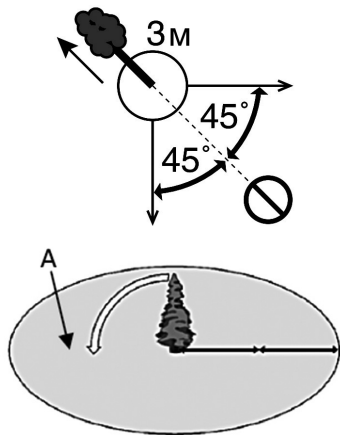

Рис. 9 Зона безопасности при валке дерева
4. Должен быть безопасный путь отхода. Путь отхода должен быть направлен по диагонали в сторону, противоположную направлению падения, под углом 45 градусов, необходимо отойти минимум на 3 метра от ствола, на тот случай, если во время падения комель дерева отскочит в сторону. Зона безопасности (А) должна быть не менее $2\frac{1}{2}$ высоты дерева (Рис. 9).
Ни в коем случае не допиливать до конца недопил 3 (Рис. 9), так как при этом невозможно контролировать направление падения дерева.